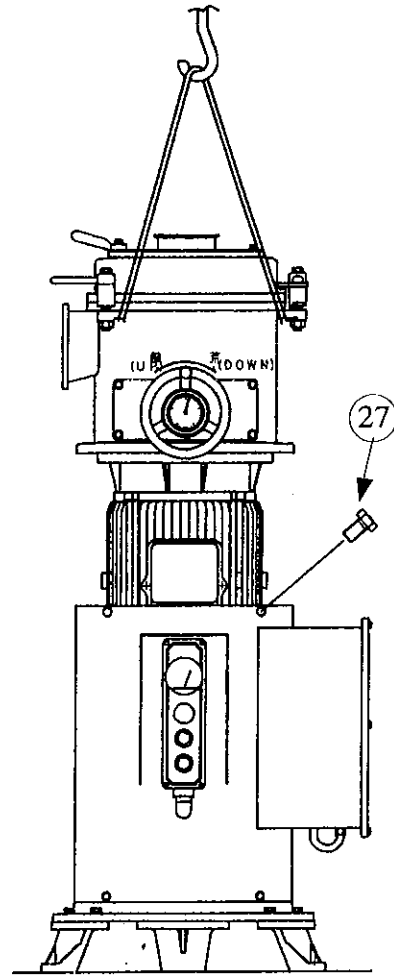
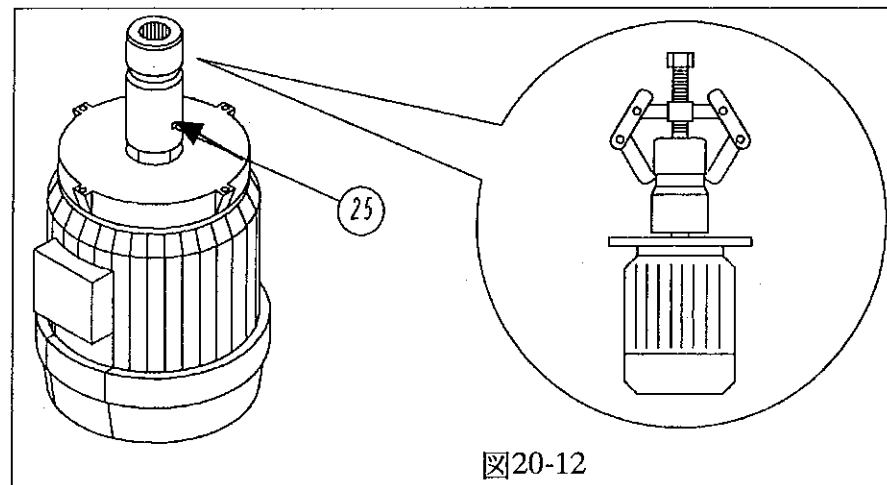

図20-11
図20-12
- ・上蓋本体を閉め本体とモータカバーを接続している (27) ネジを取り、本体を吊り上げます。モータと本体が接続しているネジを外し、本体を持ち上げますとモータが外れます。(図20-11)
- ・外れたモータの (25) ジョイントに押しネジがありますので緩めて下さい。
- ・図20-12の様にプーリー抜きをかけて (25) ジョイントを引き抜きます。